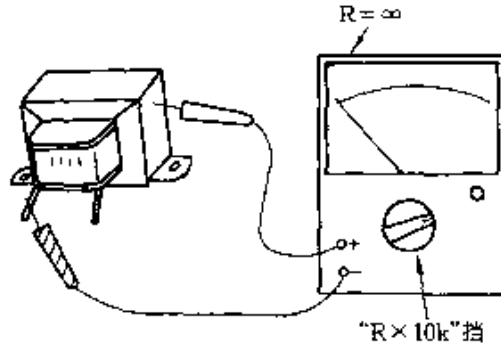

图 2-81
② 将万用表置于“R×10k”挡,检测电感器的绝缘情况,主要是针对具有铁心或金属屏蔽罩的电感器。测量线圈引线与铁心或金属屏蔽罩之间的电阻,均应为无穷大(表针不动),见图 2-81。否则说明该电感器绝缘不良。